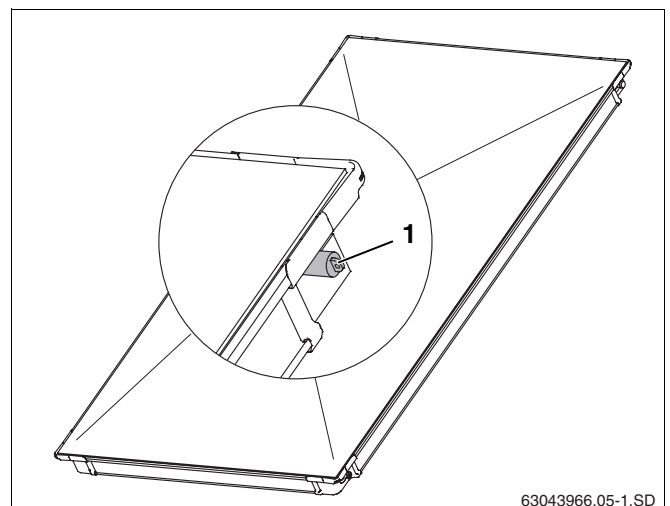

Fig. 5 Tapas de goma en las conexiones del colector
- Retire las tapas de goma (fig. 5, **pos. 1**) justo antes de realizar el montaje.